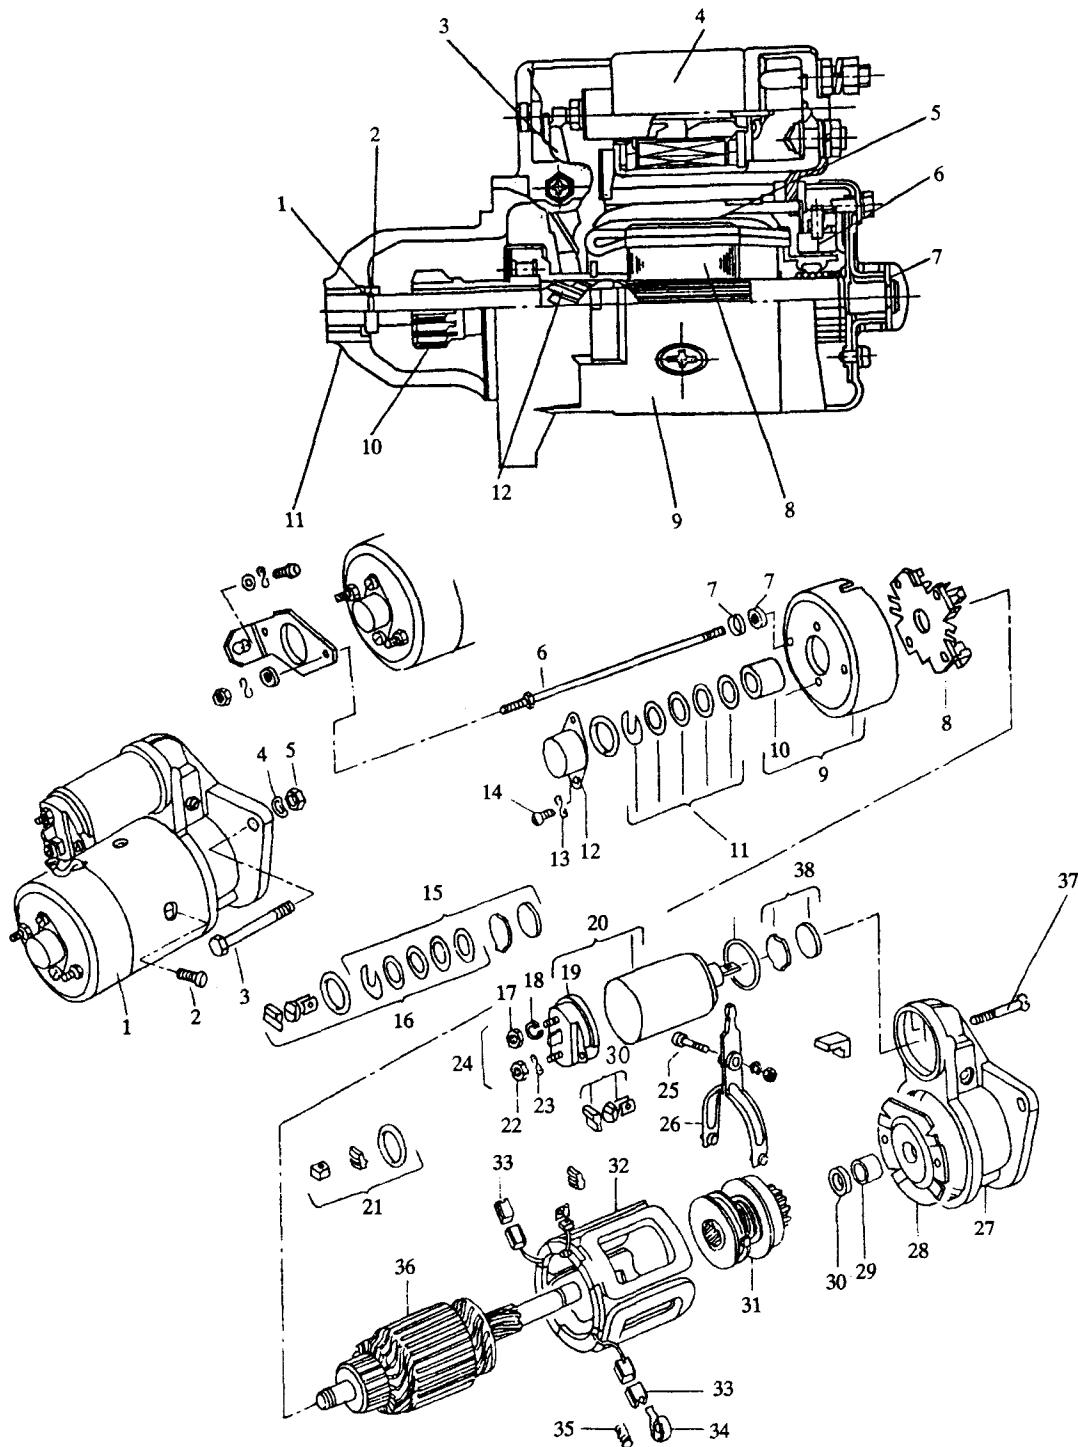

图 1-5 起动机的构造
②起动机的构造，如图 1-5 所示。起动机 1 为直流串激起动机，装有电磁开关总成 20，小齿轮 31 上装有单向离合器，当电磁开关总成 20 接通后，拨叉 26 绕拨叉销 25 转动，拨动小齿轮 31 移动，同时电枢 36 又带动小齿轮 31 转动，当小齿轮 31 与尺轮趴合启动发动机后，单向离合器便会打滑，不使发动机带动起动机旋转，以免损坏起动机。